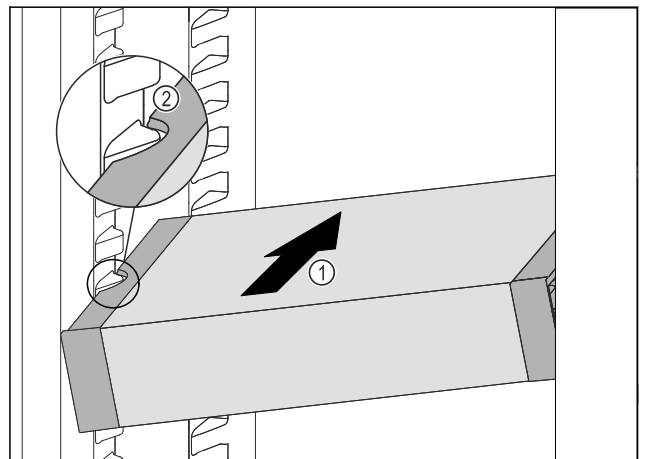

Fig. 86
- ▶ Вставити висувний ящик VarioSafe під кутом в охолоджувальне відділення Fig. 86 (1), доки бокові поглиблення Fig. 86 (2) VarioSafe не будуть розташовуватися на рівні ребра для ємності в охолоджувальному відділенні.